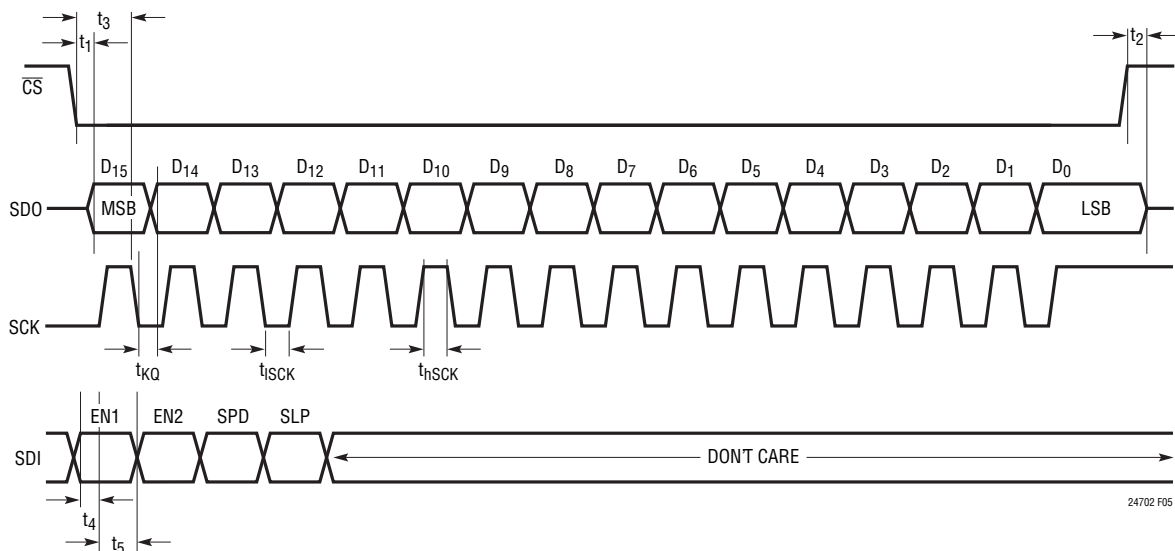

図5. データ入力/出力タイミング
**Note 7:** 図5を参照。
LTC2470/LTC2472は16ビットを直接バイナリ・エンコードした結果を発生します。それは、SCK入力ピンの制御のもとに、SDO出力ピンを通して、16ビットのシリアル・ストリームとして与えられます (図5参照)。